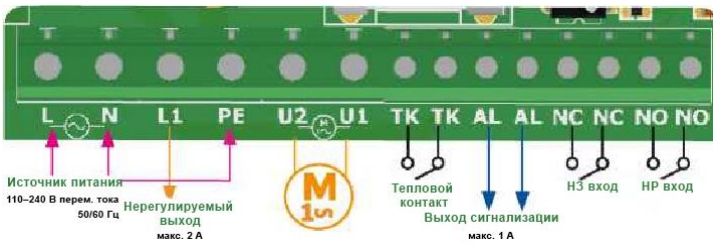

Рис. 1 Схемы электрических подключений
Подключения и соединения (см. Рис. 1 Схемы электрических подключений)
4. Выполните электрические подключения согласно схеме электрических подключений (см. Рис. 1), используя информацию из раздела «Подключения и соединения»
- 4.2 Используйте контакт L1 для подключения лампы, клапана, увлажнителя... или трехпроводного двигателя. Для подключения трехпроводного двигателя см. Рис. 1б.